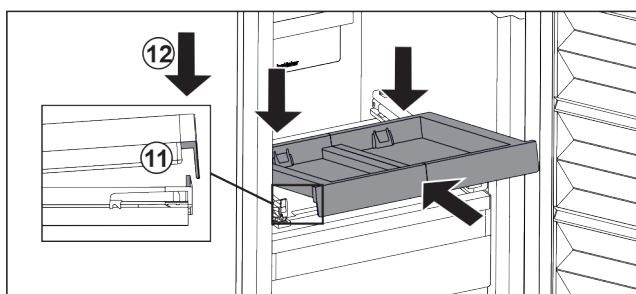

Fig. 105
- Schräg einschieben. Darauf achten, dass auf beiden Seiten der Anschlag hinter der Lasche ist. Fig. 105 (11)
- Auszugsbord vorne absetzen. Fig. 105 (12)